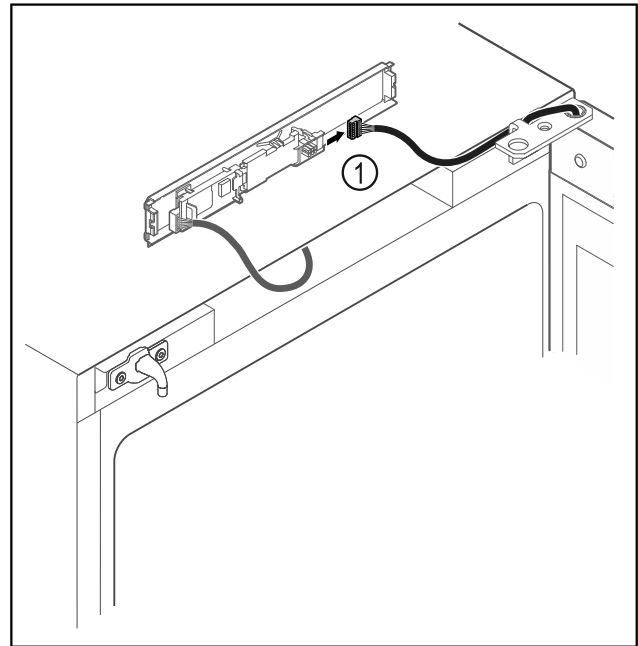

Fig. 4
- Débrancher le connecteur Fig. 4 (1) de la platine.